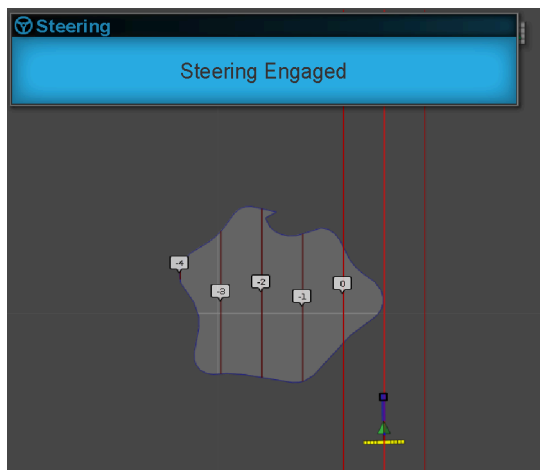

図 3
- ステアリングが作動—ステアリングアシスト機能が作動すると視覚的なアラームが表示されます(図 3)。